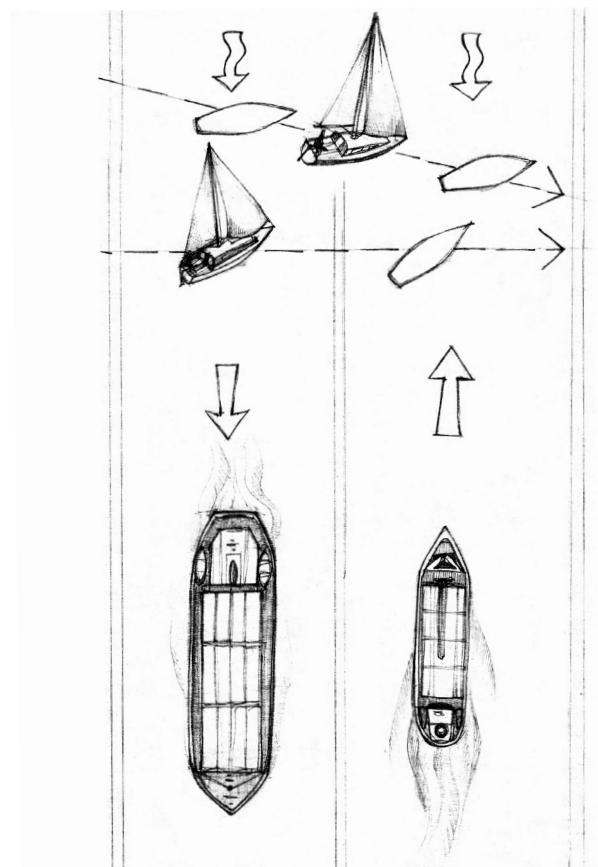

Figura 3.1 - Schema angolo di rotta
- Soprattutto le imbarcazioni a vela dovranno tener conto del vento e di eventuale corrente per assumere un angolo di rotta che permetta di attraversare la zona il più velocemente possibile (Figura 3.1).